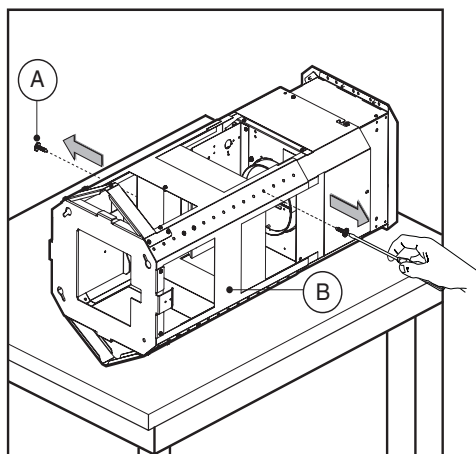

Fig.3
-Déballer la structure et enlever les 2 vis **A** pour séparer la partie supérieure de la partie inférieure (fig.3).